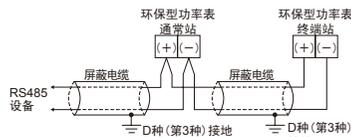

图1
(1) 必须在环保型功率表的RS485系统上设定一个终端站。(图1)
另外, 请勿与其他接地线共用接地线。(图1)